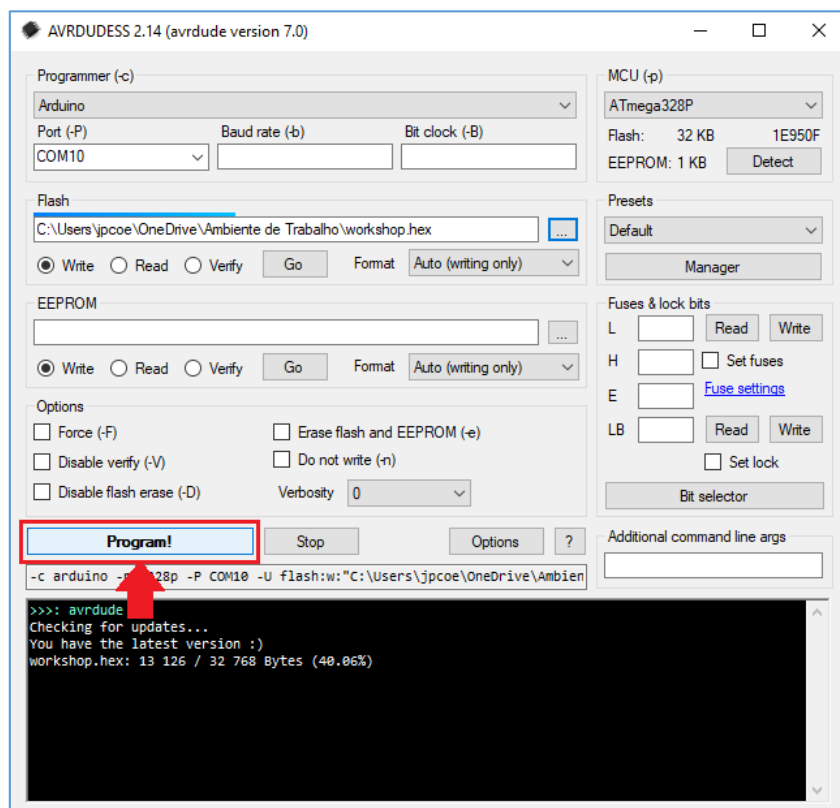
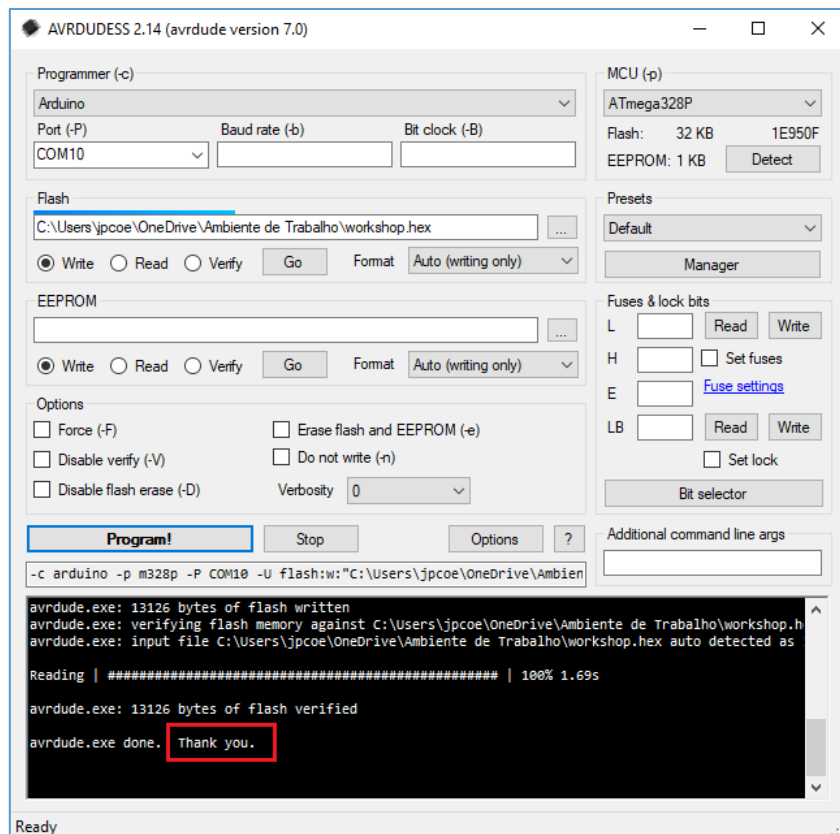

Figura 47 - Ação de programação do Arduino Uno.
Figura 48 - Resultado da conclusão do processo de upload do workshop.hex na plataforma Arduino Uno.
Passo 8: Finalmente (ufa!), premir o botão **“Program!”** e aguardar a conclusão do processo de descarga. A Figura 47 mostra a localização desse botão e a Figura 48 apresenta o diálogo final após o processo de carregamento.